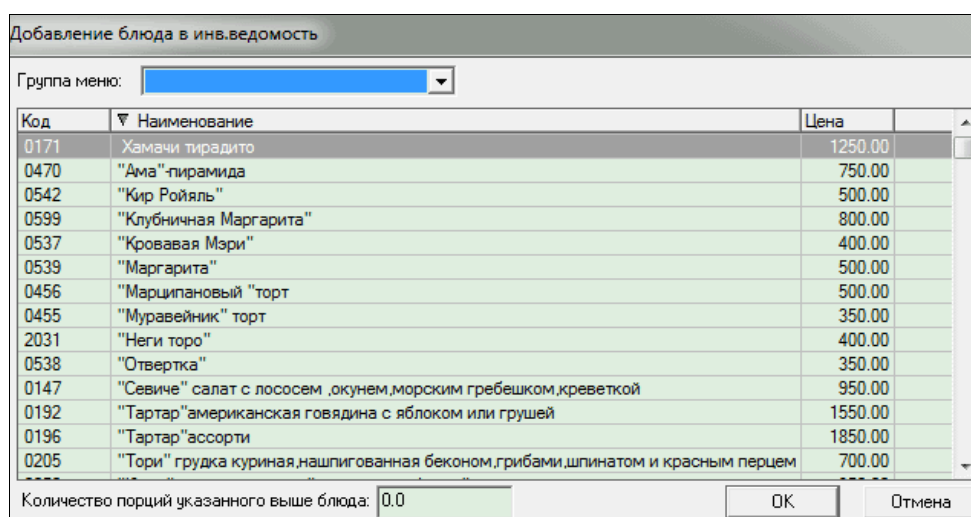

Рис. 9.7.
- *Добавить блюдо* — выбор блюда из списка (см. рис. 9.7.);